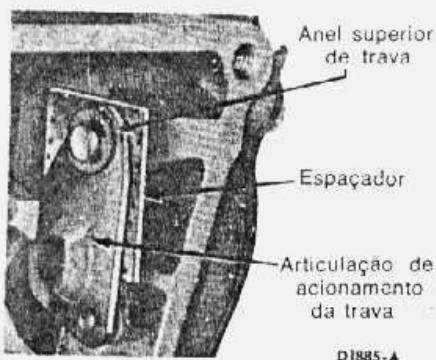

fig. 59 — articulações da trava de estacionamento
da trava de estacionamento (fig. 59). Remover do pino retentor a articulação da trava de estacionamento.
- 4 Instalar, a articulação da trava de estacionamento no pino retentor na caixa. Instalar a arruela lisa e o anel de trava da articulação (fig. 59).